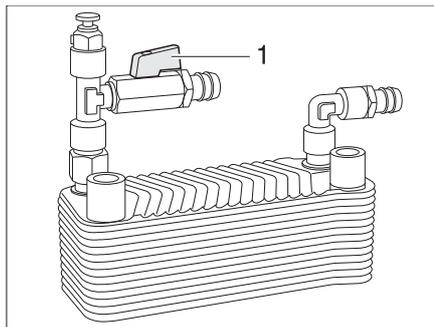

Bild 196 Wärmetauscher Alde
*Anstellen:* ■ Griff (Bild 196,1) des Abstellhahns parallel zur Rohrleitung stellen.
*Abstellen:* ■ Griff (Bild 196,1) des Abstellhahns quer zur Rohrleitung stellen.